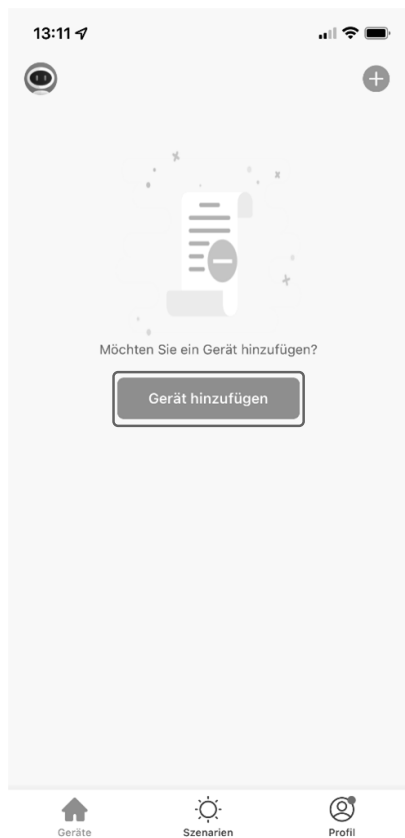

Abb. 1
- ▶ Wenn Sie bisher noch kein Gerät in der MEDION® Life Plus App angemeldet haben, tippen Sie auf die Schaltfläche **GERÄT HINZUFÜGEN** (s. **Abb. 1**). Sollten Sie bereits ein Gerät in der App eingebunden haben, klicken Sie oben rechts auf **+**.